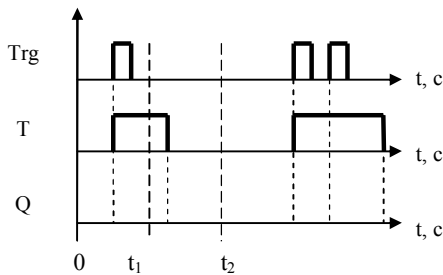

Рис. 16. Временная диаграмма функции Интервальное реле времени, запускаемое фронтом
8. Функция **Интервальное реле времени, запускаемое фронтом**. Сформируйте схему управления, содержащую блок **Интервальное реле времени, запускаемое фронтом**, вход и выход. Задайте $T = 15$ с. По результатам исследований достройте временную диаграмму блока (рис. 16) и определите состояние выхода в моменты времени t_1 и t_2 .